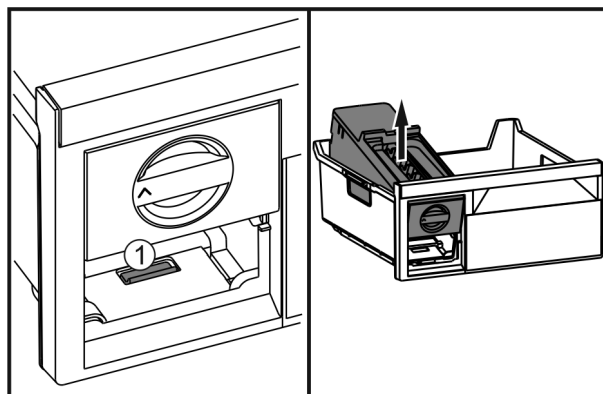

Fig. 59
- ▶ Presionar la lengüeta Fig. 59 (1), levantar el EasyTwist-Ice por detrás y extraerlo del cajón para congelados.